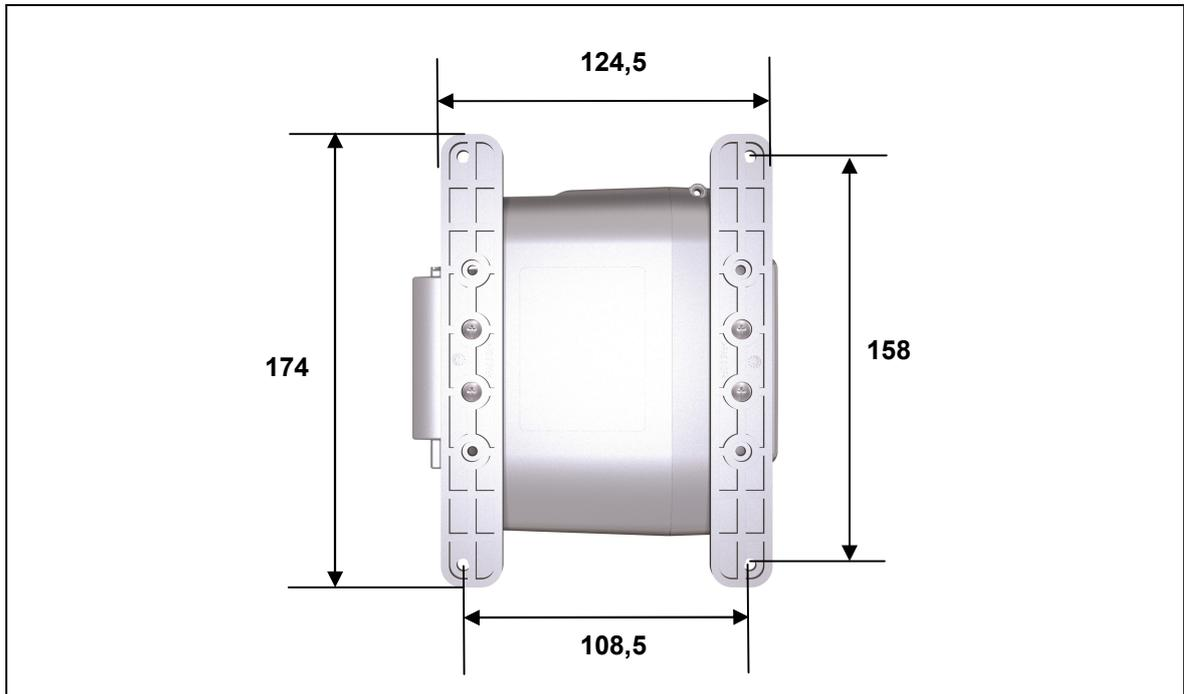

Abbildung 12 Montage Maße Adapter, Ansicht von unten (Angaben in mm)
- 1 Montieren Sie die Steuerung mit vier geeigneten Schrauben (z.B. nach DIN 7981 mit  $\text{Ø}$  4,8 mm und geeigneter Länge: 6 mm + Einschraubtiefe) an die Applikation, wie in Abbildung 13 dargestellt. Die Montage Maße entnehmen Sie der Abbildung 12.